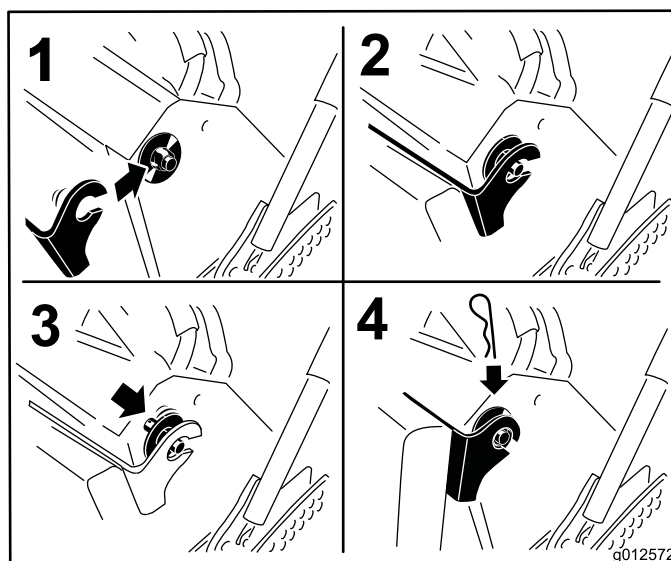

Figure 34
6. Relevez le coussin et engagez-le sur les goupilles de chaque côté de la machine (Figure 34).
7. Glissez les grandes rondelles et les douilles en plastique dans les supports du coussin et fixez-les en place avec une goupille fendue (Figure 34).